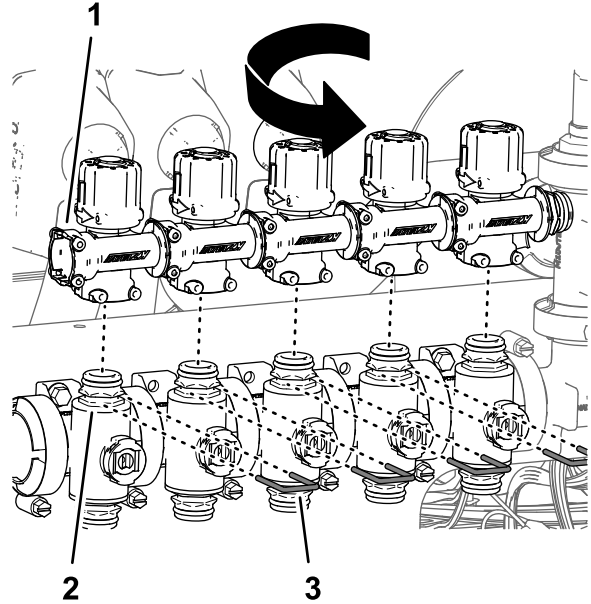

Bild 101
Abschnittventile (**Bild 101**).
Haltern (**Bild 101**), die Sie in Schritt 4 entfernt
9. Befestigen Sie die Kappen mit den Haltern, die mit den Kappen geliefert werden, auf die Schnelltrennstücke der Sicherheitsventile für das Düsenventil 5 und Düsenventil 6 (Bild 101).